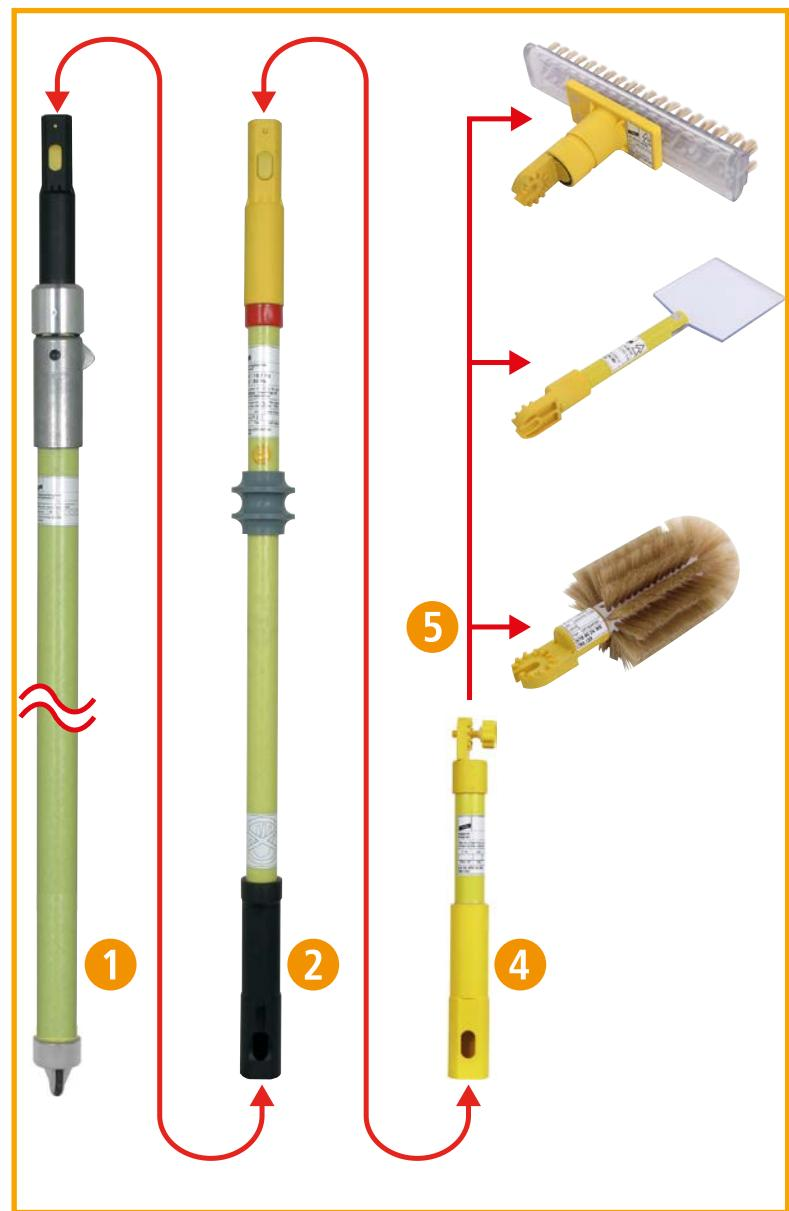

Bild 2 Optionales Zubehör
- ⇒ Die Isolierstange darf beim Benutzen nur an der Handhabe gefasste werden (siehe Bild 2, Seite 7).
Speziell für die Signallinsenreinigung ist weiteres Zubehör verfügbar (siehe Bild 2). Die Handhabeverlängerung 1 und Isolierstange 2 kann mit dem optional erhältlichen Adapter **AD ZK STK 30 360** und anderen Arbeitsköpfen (Bürsten und Eiskratzer) mit Zahnkupplung verwendet werden. Dabei muss beachtet werden, dass beim Einsatz die auf dem Typenschild der Isolierstange angegebene Nennspannung und Nennfrequenz nicht überschritten wird.